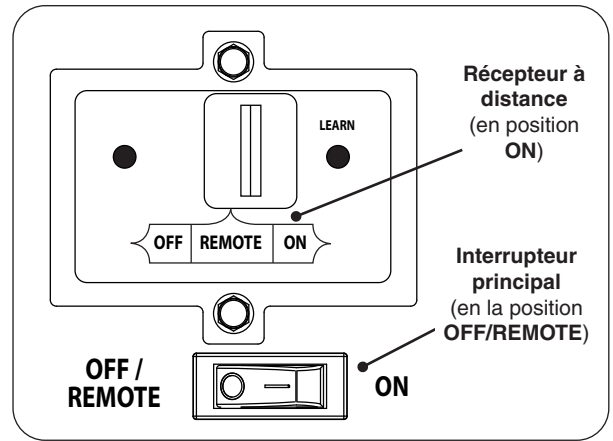

Fig. 40-1 Contrôle détail du panneau
1. Vérifiez que l'interrupteur principal est en position **OFF/REMOTE** (éteindre/éloigné) (voir Fig. 40-1).
3. Repérez l'interrupteur à 3 positions sur le récepteur de télécommande (voir Fig. 40-1), Et faites glisser le commutateur en position **ON** (sur).
L'interrupteur principal doit rester dans la position **OFF/REMOTE** (éteindre/éloigné) pour permettre le fonctionnement du système à distance (voir Fig. 40-1).